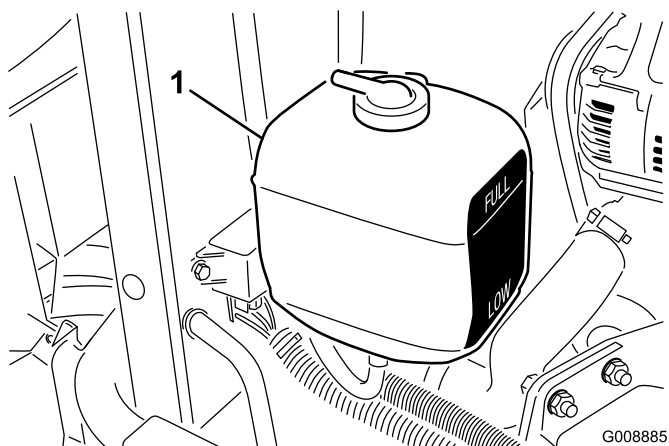

Figure 24
1. Vérifiez le niveau du liquide de refroidissement dans le vase d'expansion (Figure 24). Quand le moteur est froid, le niveau du liquide de refroidissement doit se situer à peu près entre les deux repères qui figurent sur le côté du réservoir.